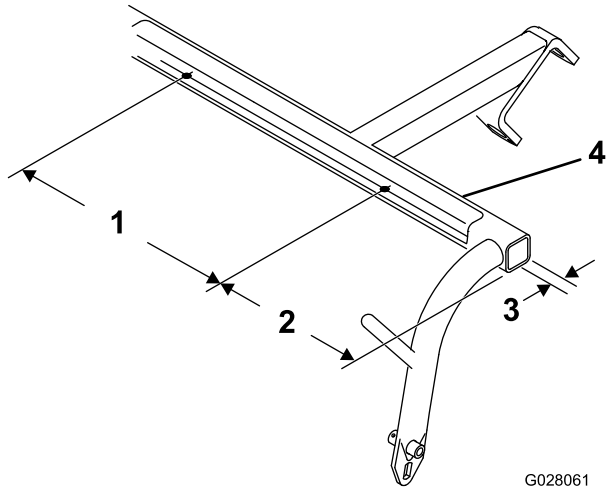

Figura 2
1. Utilizando as dimensões indicadas na Figura 2, faça dois orifícios com um diâmetro de 5,6 mm no lado inferior de cada tubo cruzado do braço de tração.